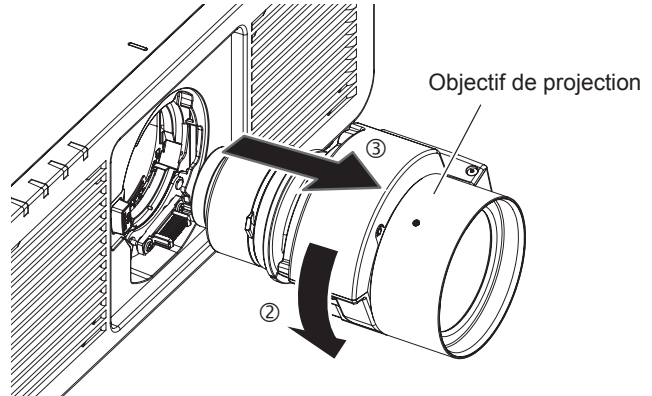

Fig. 2
- 2) Tout en appuyant sur la touche de déblocage de l'objectif (①), tournez l'objectif de projection dans le sens inverse des aiguilles d'une montre (②) au niveau de l'extrémité et retirez-le (③). (Fig. 2)
① Touche de déblocage de l'objectif